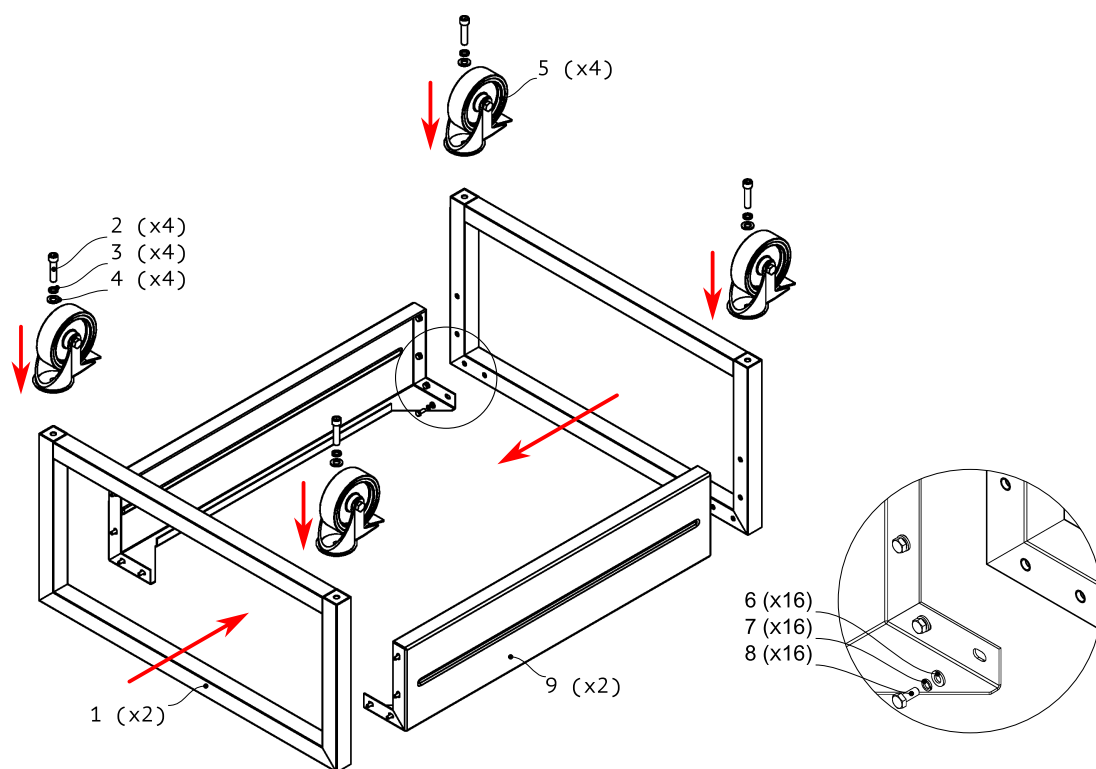

Рисунок 1
5. См. Рис. 1. Соедините рамы (1) и стенки (9) с помощью болтов М6х16 (8), шайб плоских (6) и шайб пружинных (7).
7. Присоедините опоры колёсные (5) к раме с помощью винтов М12х50 (2), шайб плоских (4) и шайб пружинных (3).